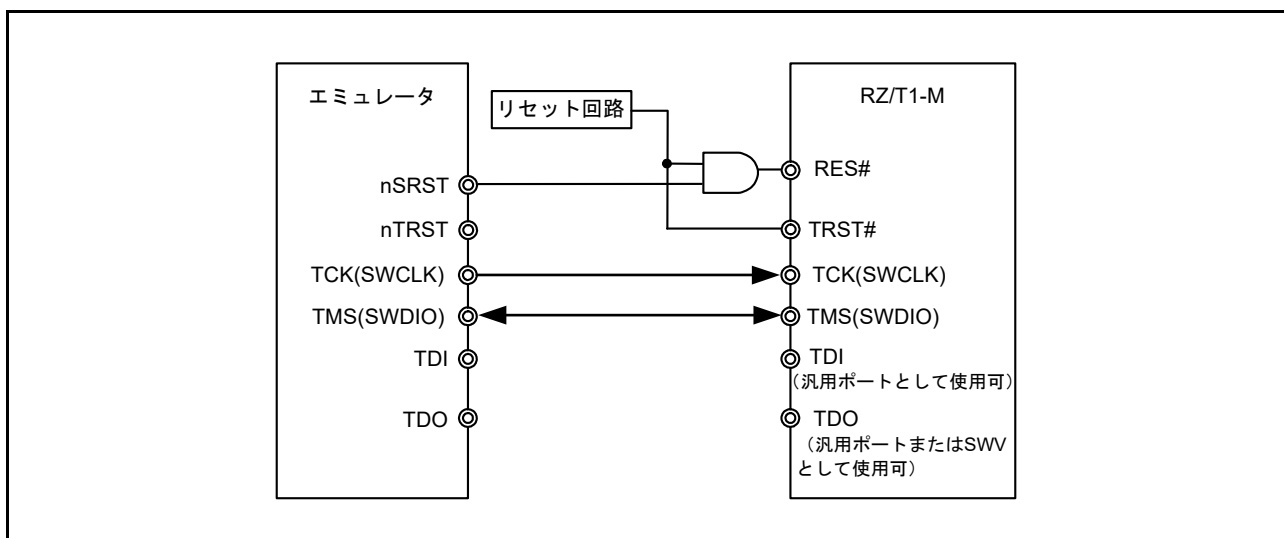

図 10.3 SWD インタフェース接続例
SWD (Serial Wire Debug) インタフェースは、SWCLK (TCK) / SWDIO (TMS) の2本の信号により、エミュレータを介してホスト・マシン (PC) との通信を行います。RES# 端子の接続と合わせて図 10.3 に接続例を示します。